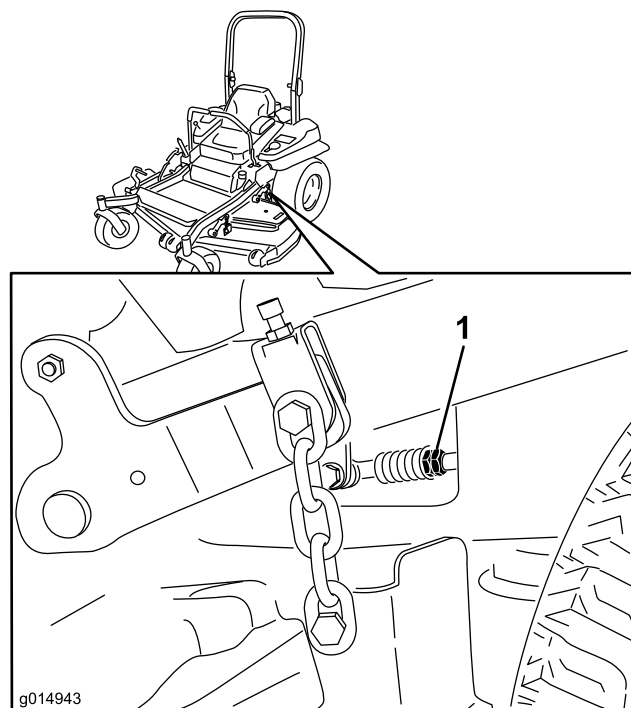

Figure 81
7. Placez les leviers de commande de déplacement en position point mort. Réglez la longueur des tiges de pompes en tournant les doubles écrous dans le sens voulu jusqu'à ce que les roues tournent légèrement en marche arrière (Figure 81). Placez les leviers de commande de déplacement en position de marche arrière et, tout en appuyant légèrement sur les leviers, laissez les ressorts d'indicateur de marche arrière ramener les leviers au point mort. Les roues doivent s'arrêter de tourner ou tourner légèrement en arrière.